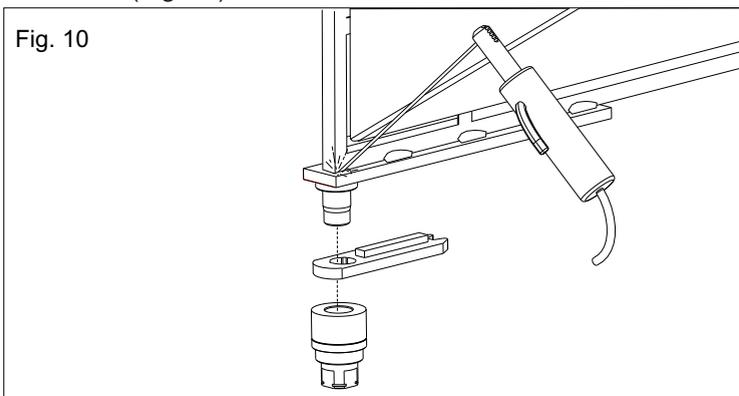

Fig. 10
3.2. souder soigneusement l'ensemble vantail au vantail du portail faisant un fixage à traites d'environ 3-4 cm sur la surface de contact en évitant la soudure dans l'environnement des trous taraudés, en outre il faut respecter la perpendicularité avec l'axe de rotation (Fig. 10)